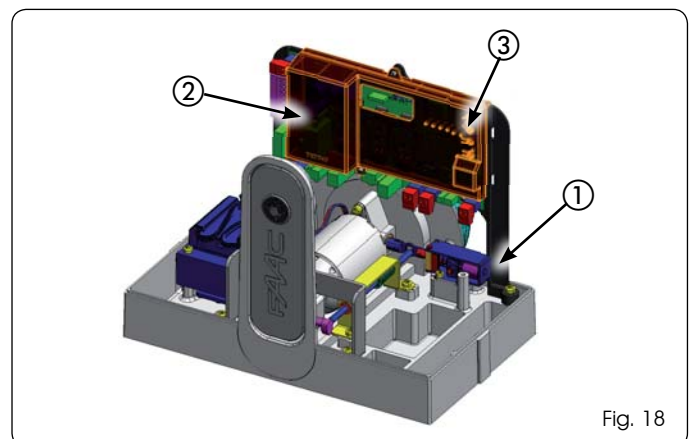

Fig. 18
Dans les motoréducteurs, l'appareillage électronique de commande est fixé à un support (Fig. 18 réf. ①) avec un couvercle transparent (Fig. 18 réf. ②).
Sur le couvercle, ont été placés les poussoirs de programmation de la platine (Fig.18 réf. ③), cela permet de programmer la platine sans devoir enlever le couvercle.